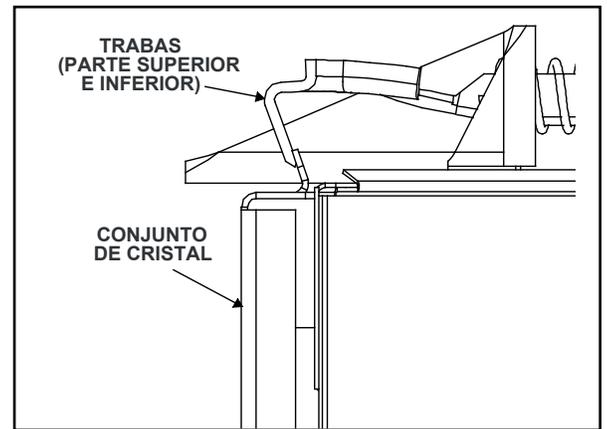

Figura 55. Conjunto de cristal
- Retire la puerta de cristal de la unidad (Figura 55).